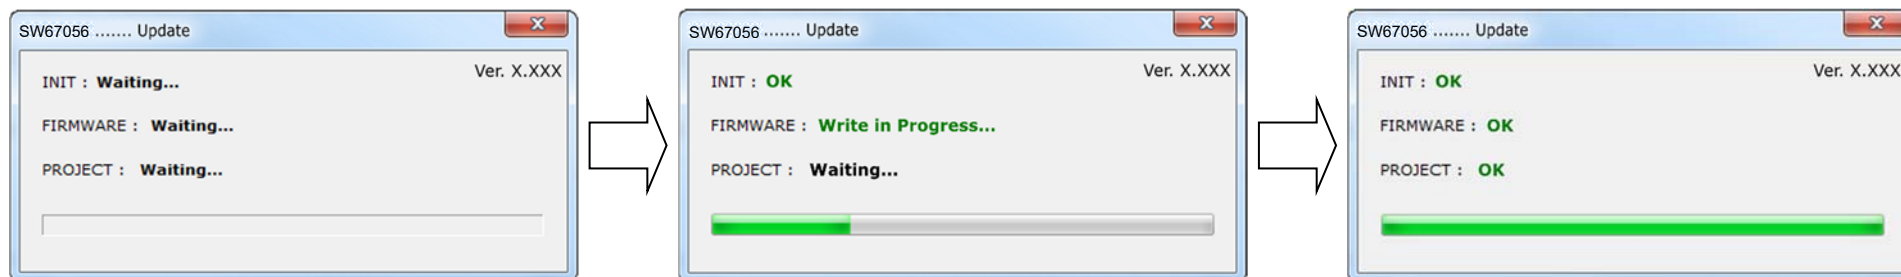

Abb. 20: Updatevorgang
- Nach erfolgreichem Updatevorgang (Abb. 20) schalten Sie das Gerät aus.
- Nach erfolgreichem Updatevorgang (Abb. 20), läuft das Gerät automatisch mit den neuen Parametern im RUN-Modus weiter.